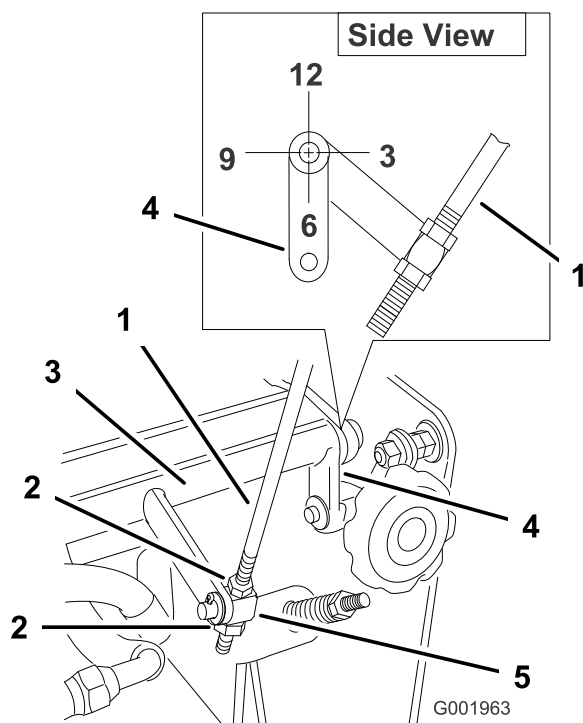

Figure 44
4. Vérifiez l'orientation des languettes aux extrémités de la manivelle de commande de vitesse. Ces languettes doivent être dirigées vers le bas, à la position 6 heures approximativement (Figure 44).
5. Si un réglage est nécessaire, desserrez les écrous de chaque côté du pivot sur la tige de commande de vitesse (Figure 44).
6. Réglez le pivot jusqu'à ce que les languettes soient positionnées à 6 heures (Figure 44).
7. Serrez les écrous de chaque côté du pivot (Figure 44).
10. Le cas échéant, réglez le pivot sur la tige de commande de vitesse au centre de la course du levier (Figure 44).